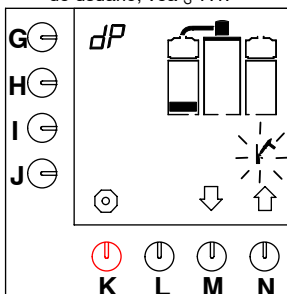

Fig. 20 Programa de primer nivel para la descalcificación del sistema de preparación de café
- El bloque del primer nivel aparece en el display y aparece intermitentemente el símbolo del martillo, vea fig. 20.